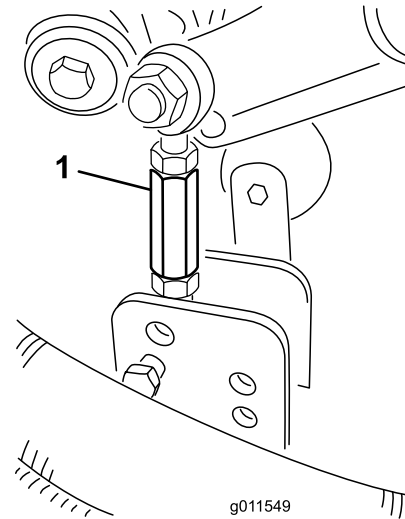
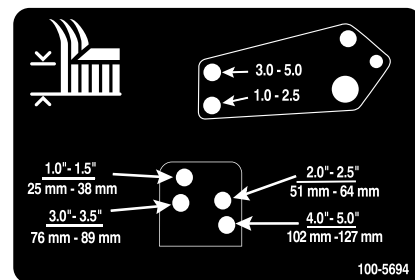

Figura 25
Figura 26
- Togliete le coppiglie ed i perni con testa che fissano le connessioni dell'ammortizzatore alle staffe dell'apparato di taglio (Figura 25). Allineate i fori dei tiranti di smorzamento con i fori della staffa per l'altezza di taglio desiderata sul telaio dell'apparato di taglio (Figura 26), inserite i perni con testa e montate le coppiglie.